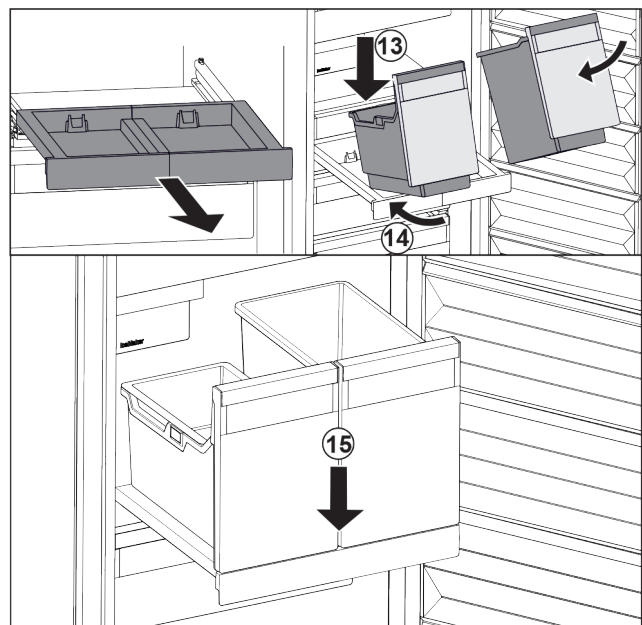

Fig. 90
- ▶ Behälter schräg auf das Auszugsbord aufsetzen. Fig. 90 (13)
- ▶ Behälter schräg nach hinten einschieben. Fig. 90 (14)
- ▶ Behälter vorne absetzen. Fig. 90 (15)